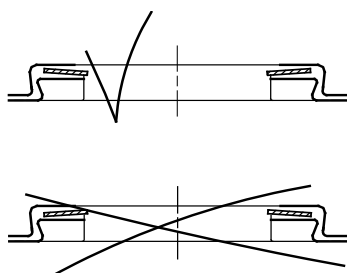

Fig. 29 Montaje correcto del anillo de desgaste
<p style="text-align: center;">Impulsor</p> <ul style="list-style-type: none"> <li>Comprobar si es necesario sustituir el impulsor debido a la fricción entre el anillo de desgaste y el lateral del impulsor. Si el desgaste ha provocado la aparición de muescas en el lateral del impulsor (utilice la uña para comprobarlo), debería sustituirse el impulsor. Se recomienda siempre sustituir los anillos de desgaste (pos. 45) y los retenes de los anillos de desgaste (pos. 65) cuando se desmonta el paquete hidráulico.</li> </ul>	<p style="text-align: center;">Anillo de desgaste/retén del anillo de desgaste</p> <ol style="list-style-type: none"> <li>Separar el retén del anillo de desgaste (pos. 65) y liberar la cámara utilizando un destornillador.</li> <li>Quitar el anillo de desgaste (pos. 45).</li> <li>Instalar un nuevo anillo de desgaste en la cámara. Ver fig. 29.</li> <li>Montar un nuevo retén de anillo de desgaste en el anillo de desgaste y colocarlo en la cámara. Debe ser posible mover el anillo de desgaste (de un lado a otro) entre el retén y la cámara.</li> </ol>